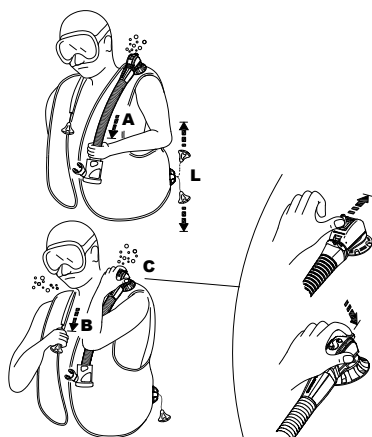

рис. 7
- а) несильно потянув вниз гофрированный шланг с инфлятором (рис. 7 - А).
- б) нажав выступающую из корпуса клапана патентованную кнопку (рис. 7 - С). Этот способ хорош также для сброса воздуха из компенсатора другого дайвера, находящегося в затруднении (паника, недостаток опыта, потеря сознания и т.д.).
- Двойной ручной клапан сброса (патент SCUBAPRO®) сбрасывает воздух при нажатии кнопки (рис. 7-С) в случае отказа ручной системы сброса (по причине разрыва троса, поломки шпильки и т.д.) либо при дыхании из Air 2.
Клапан сброса на правом плече (рис. 7 - В)
Клапан на правом плече, если присутствует, приводится в действие аккуратным рывком за шарообразную ручку, соединенную тросом с самим клапаном (рис. 7 - В). Для использования любого из стравливающих клапанов займите положение, при котором клапан будет находиться выше пузыря воздуха в КП. Используйте клапан стравливания до тех пор, пока не достигнете желаемого уровня плавучести. Прекращение натяжения/сдвига закрывает клапан (рис. 7 - В).
Нижний клапан сброса (рис. 7 - L)
Клапан сброса на правом плече (рис. 7- В) и нижний клапан (рис. 7 - L) позволяют быстрее остальных устройств стравить воздух из компенсатора.